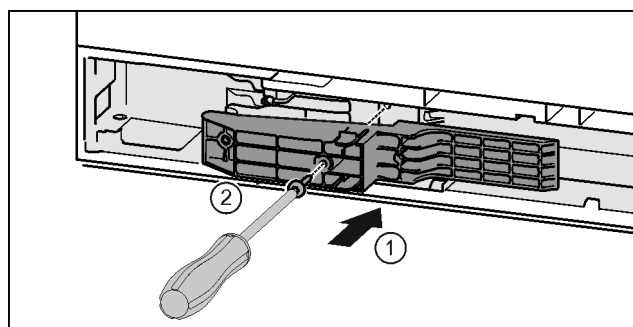

Fig. 45 *
- Inserire l'adattatore sul lato maniglia nell'incavo. Fig. 45 (1)*
- Serrare le viti con il cacciavite T15. Fig. 45 (2)*